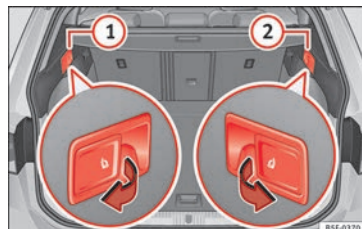

Fig. 112 No porta-bagagens: alavancas para desbloqueio à distância das partes esquerda ① e direita ② do encosto traseiro
- Puxe a alavanca de desbloqueio à distância da parte esquerda »» Fig. 112 ① ou direita ② do encosto no sentido da seta. A parte desbloqueada do encosto traseiro rebate-se automaticamente para a frente.